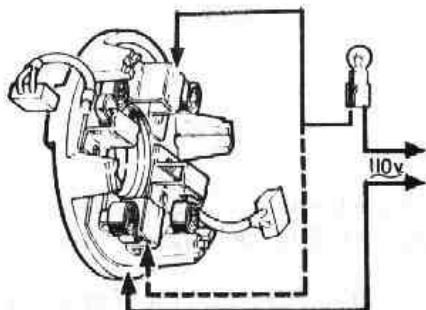

Fig. N2-28 Comprobación del aislamiento del porta-escobillas
- 3.1.1. Conectar a 110 ó 220 V, corriente alterna, una lámpara de prueba de 15 vatios (Fig. N2-28), entre una parte limpia de la tapa y cada una de las dos cajas de escobillas aisladas a su vez. Si la luz se enciende, se cambiará el conjunto del porta-escobillas.